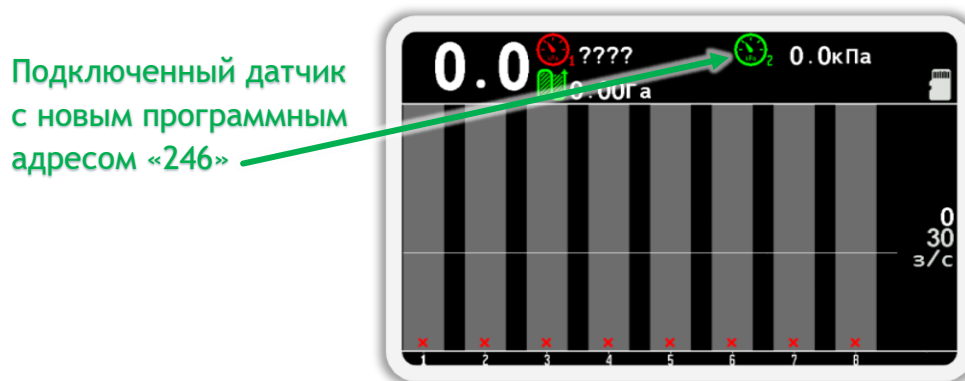

Рисунок 79
- Убедитесь, что адрес датчика изменился на требуемый. Для этого физически отключите и подключите датчик к жгуту связи. После этого вернитесь на главный экран (см. Рисунок 79). Для этого сначала выйдите из меню «Сервис», а затем закройте меню главного экрана. (используйте кнопку  «Назад»).